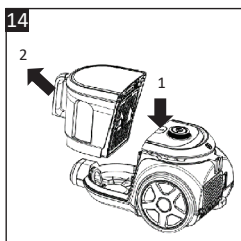

Fig. 14
- Vacíe el depósito del polvo (11) regularmente. No deje que el contenido sobrepase la marca de nivel **MAX**.
1. Mantenga presionado el botón de liberación del depósito de polvo (12) con una mano y levante el depósito de polvo por su asa (10) con la otra mano para sacarlo de la aspiradora (Fig. 14).